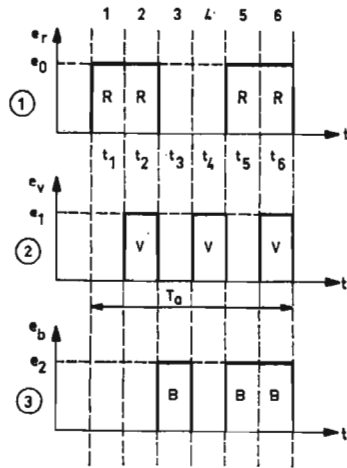

FIG. 3
Pendant l'exploration ou la reproduction des bandes rouges 1, 2, 5 et 6, le signal a une certaine valeur  $e_r$ , tandis que par les bandes 3 et 4, le signal est zéro volts. Ceci donne le signal VF « rouge » d'une ligne, de (1) figure 3 ou la tension VF,  $e_r$ , a une certaine valeur  $e_0$  pendant les temps  $t_1$ ,  $t_2$ ,  $t_5$  et  $t_6$ ; le signal « vert » de la même ligne donne une tension  $e_v = e_1$  pendant les temps  $t_2$ ,  $t_4$  et  $t_6$ ; le signal VF « bleu » donne une tension  $e_b = e_2$  pendant les temps  $t_3$ ,  $t_5$  et  $t_6$ .
Si l'on applique les signaux VF de la figure 3, à des tubes cathodiques dont les phosphores correspondent aux « couleurs » des signaux, on obtiendra les images R, V et B de la figure 2 qu'il faudra superposer.